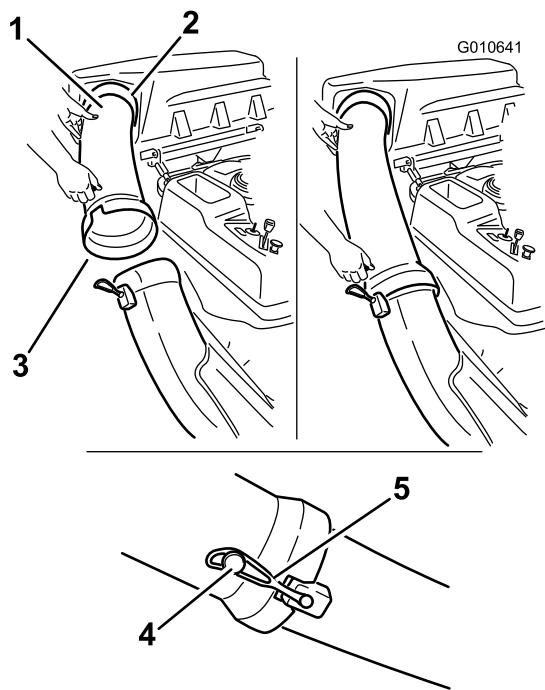

Figura 21
1. Deslize a extremidade curva do tubo de descarga para a abertura da parte superior do depósito de recolha de relva (Figura 21).
2. Deslize a extremidade grande do tubo de descarga sobre a extremidade da calha. Mova a fita de retenção de borracha nos encaixes da calha para a cavilha no tubo de descarga para a prender (Figura 21).